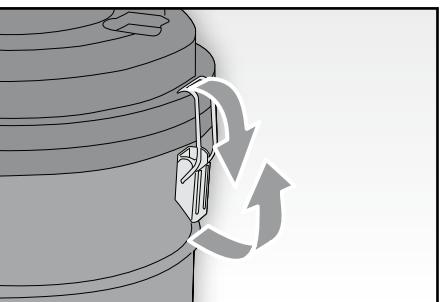
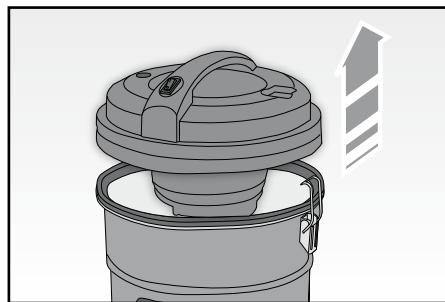

Fig. 8
Fig. 9
- Agire sulle due levette laterali (G) (FIG. 8) e rimuovere il coperchio (E) (FIG. 9).